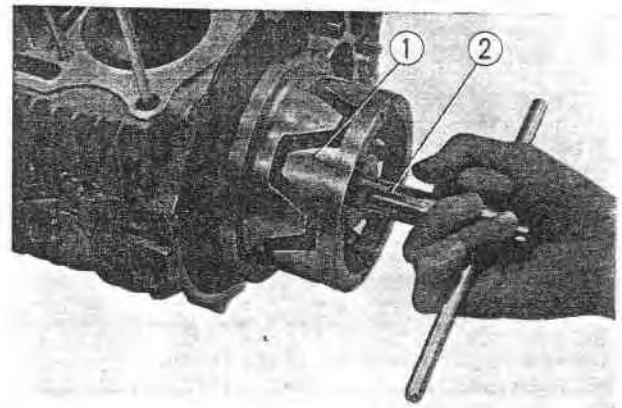

Fig. 8-5 ① Rotor d'alternateur
1. Déposer le carter de dynamo et sortir, à l'aide de l'extracteur (outil référence 07011-30001), le rotor de l'alternateur (Fig. 8-5)